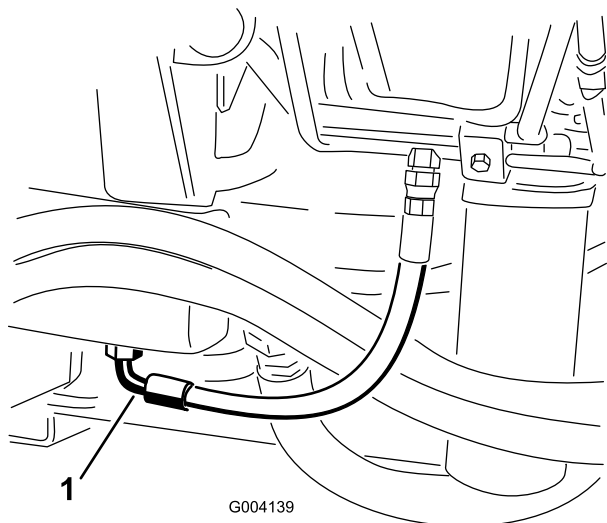

図 55
2. タンク (図 55) の下についているフィッティングの下に、オイルを受ける大型の容器を置く。